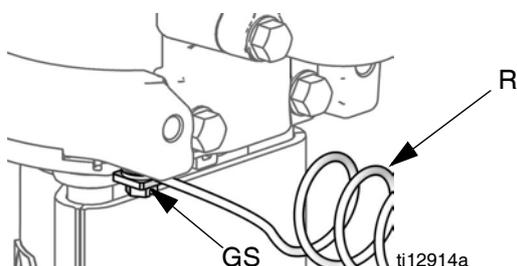

FIG. 2. Fio e parafuso de ligação à terra
1. Bomba: Consulte a FIG. 2. Verifique se o perno de ligação à terra (GS) está ligado e apertado de forma segura no motor pneumático. Ligar a outra ponta do fio de ligação à terra (R) a um verdadeiro contacto de ligação à terra.